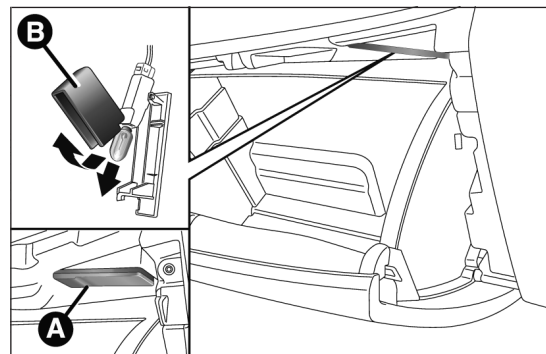

fig. 200
- ouvrir la boîte à gants et extraire le plafonnier A fig. 200 ;